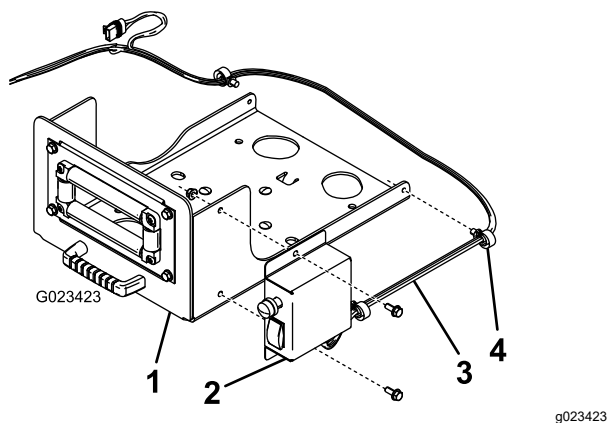

Figure 6
5. Fixez le boîtier d'interrupteur sur la plaque pivotante au moyen de 2 boulons (5/16") et 2 écrous à embase (5/16"), comme montré à la Figure 6.
- Fixez le faisceau de câblage sur les côtés de la plaque pivotante au moyen des clips existants (Figure 6).